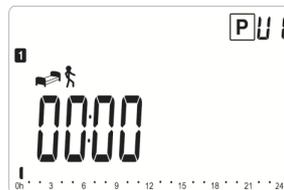

Fig. 16
- 4) premere il tasto (OK) per almeno 1 secondo;
- 5) premere (OK) per validare la scelta; comparirà la schermata in Fig. 16.